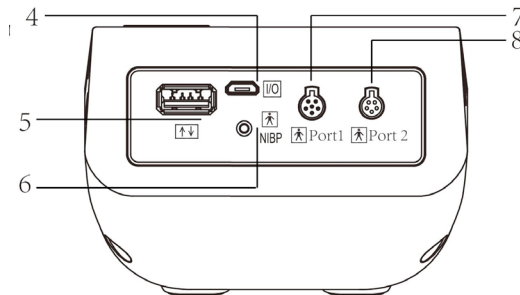
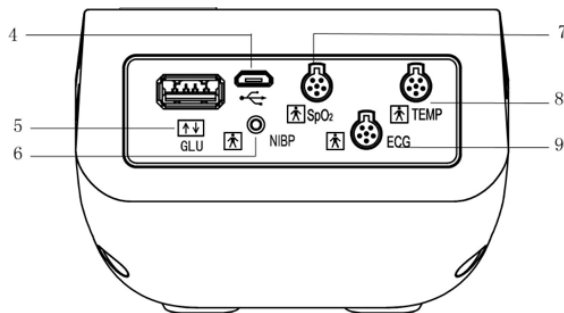

Figura 2.3A Vista lateral superior
Figura 2.3B-Vista lateral superior
- NOTA:** La Figura 2.3A es la vista lateral superior de la versión anterior del dispositivo, y la Figura 2.3B es la vista lateral superior de la versión actual del dispositivo. La diferencia entre las dos versiones se puede observar en la parte superior del panel lateral. La versión anterior dispositivo tiene solo 2  puertos, marcados "PORT1" y "PORT2", que son los conectores genéricos capaces de conectar cualquier combinación de sonda de temperatura, sonda SpO₂ inteligente o accesorio ECG (por ejemplo, monitor de Easy ECG). Sin embargo, la versión actual del dispositivo tiene 3  puertos, marcados "SpO₂", "TEMP" y "ECG" respectivamente, que solo pueden utilizarse para conectar los sensores o accesorios correspondientes.